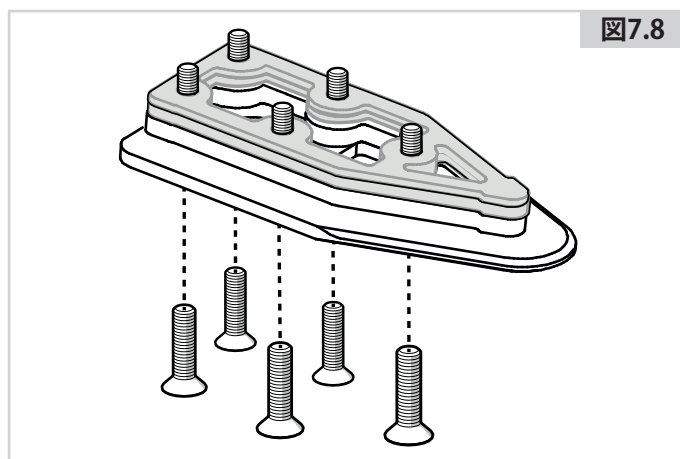

図7.8
3. ロックプレートと必須の8 mmスペーサー、使用するオプションのスペーサー (図にグレーで表示) に5本のねじを通します (図7.8)。